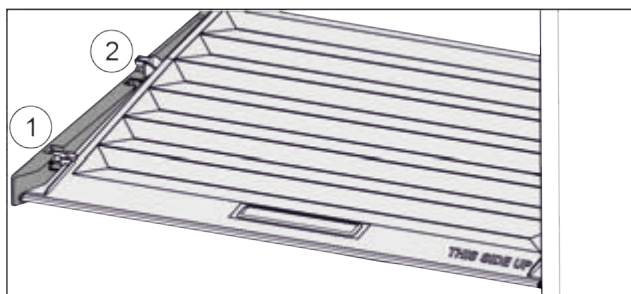

Fig. 135
- ▶ Кришку до отвору в деталях для підтримки потягнути вперед Fig. 135 (1).
- ▶ Підняти ззаду знизу та вийняти Fig. 135 (2) вгору.